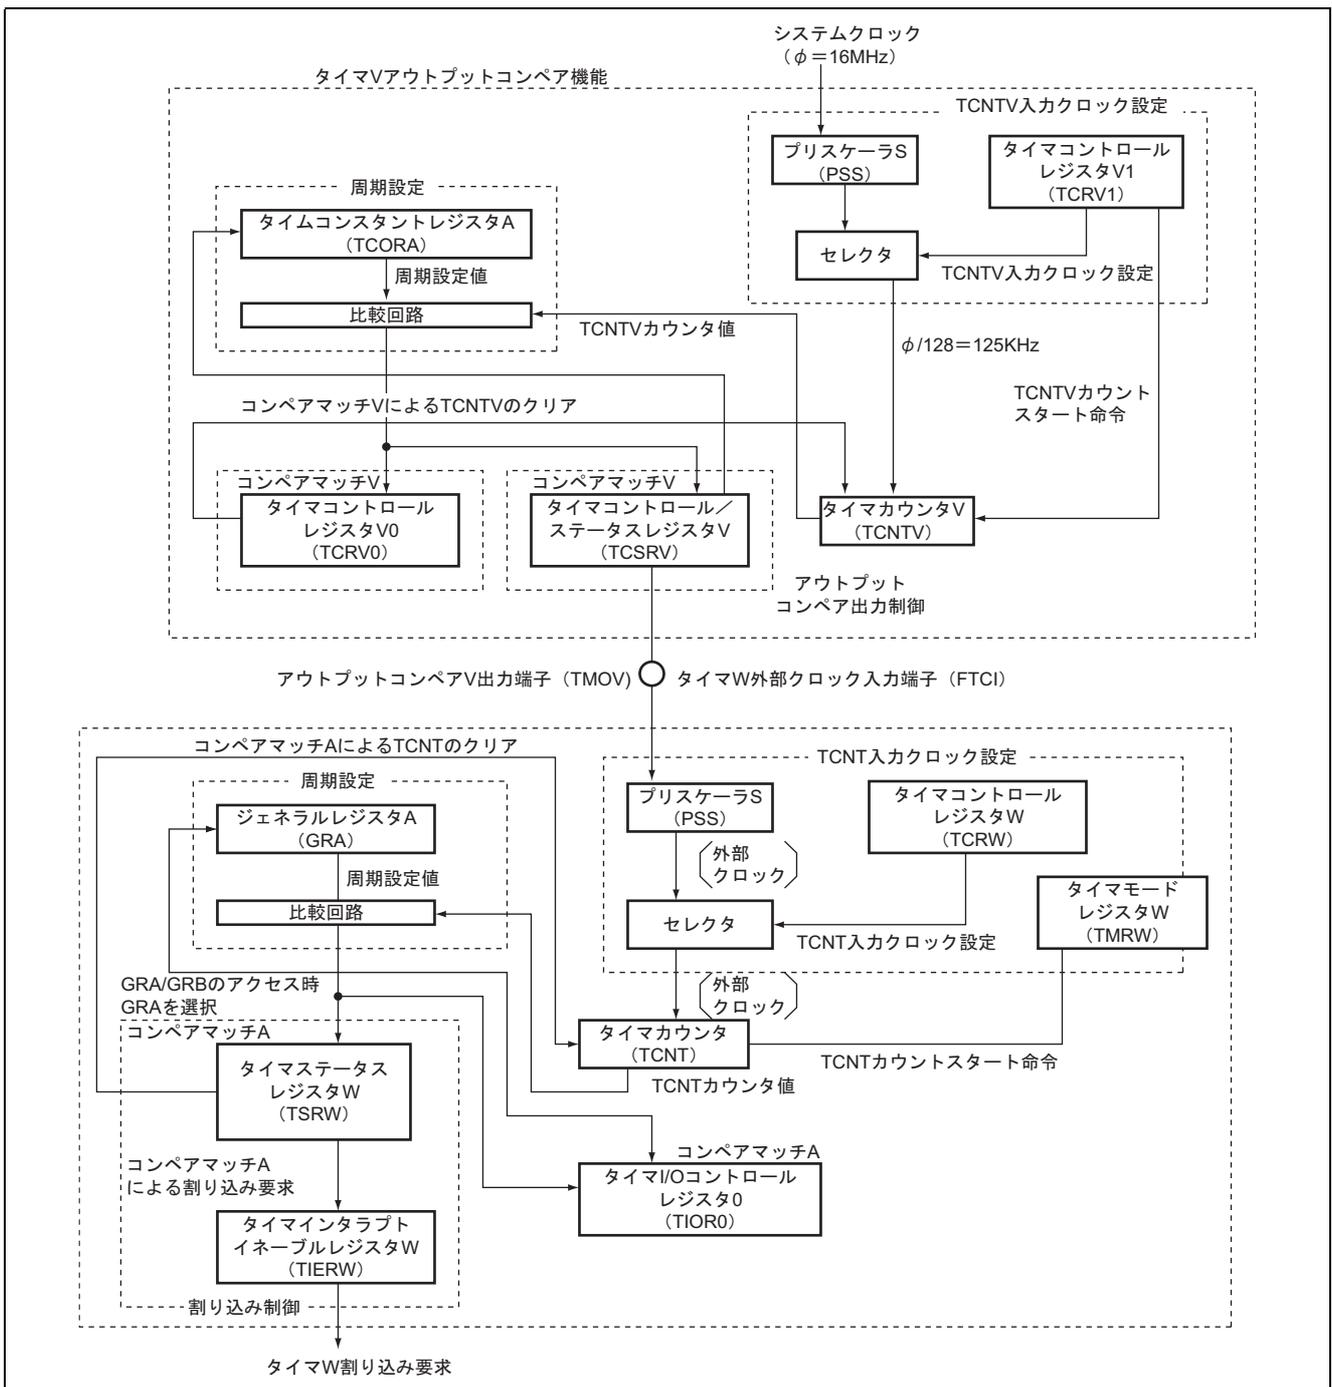

図 2.1 タイマ V、W アウトプットコンペア機能ブロック図
1. 本タスク例では、8 ビットタイマであるタイマ V と 16 ビットタイマであるタイマ W を使用して 24 ビットタイマを作成します。図 2.1 に本応用例で使用するタイマ V とタイマ W のブロック図を示します。以下にブロック図について説明します。